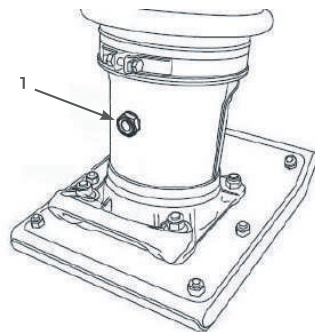

РИС. 17
С завода-изготовителя рабочий цилиндр вибротрамбовки заправлен маслом. Для заправки используется моторное масло SAE30. Полный объем масла в рабочем цилиндре составляет 1 литр. Для поддержания работоспособности вибротрамбовки замену масла в рабочем цилиндре необходимо производить каждые 300 моточасов. Слив и заливка масла выполняются через контрольное отверстие, расположенное на задней стороне рабочего цилиндра (Рис. 17).
4. Выкрутите пробку 1 и слейте масло в подготовленную ёмкость (Рис. 17). Для полного слива приподнимите нижнюю часть вибротрамбовки за трамбовочный башмак.
8. Закрутите пробку 1 с контрольным отверстием и верните вибротрамбовку в рабочее положение (Рис. 17).